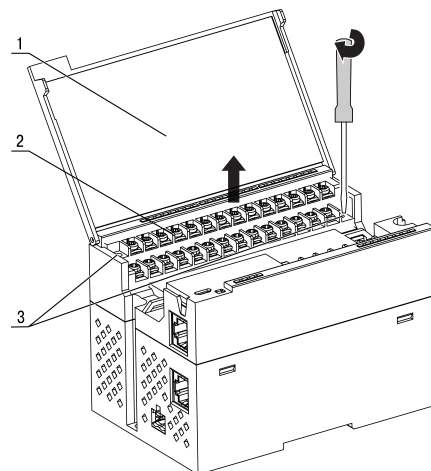

Abb. 5.2 Geräteaustausch
Geräteaustausch (Abb. 5.2):
Der steckbare Klemmenblock für die Stromversorgung und der abnehmbare Klemmenblock für die Ausgangsanschlüsse ermöglichen einen schnellen und einfachen Austausch des Geräts (siehe Abb. 5.2).
2. Entfernen Sie die Klemmenblöcke, ohne die angeschlossenen Drähte abzutrennen (Abb. 5.2).